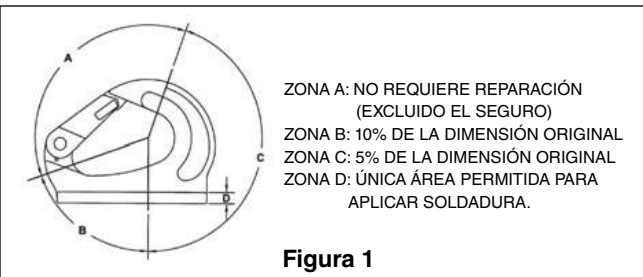

Figura 1
- Nunca utilice un gancho que se haya gastado más allá de los límites que muestra la Figura 1.
- Retire de servicio cualquier gancho con fisuras, muescas o hendiduras. Los ganchos que tengan muescas o hendiduras deberán ser reparados por medio de esmerilado longitudinal, siguiendo el contorno del gancho, verificando siempre que la dimensión reducida se encuentre dentro de los límites indicados en la Figura 1. Póngase en contacto con Crosby Engineering para evaluar cualquier fisura.